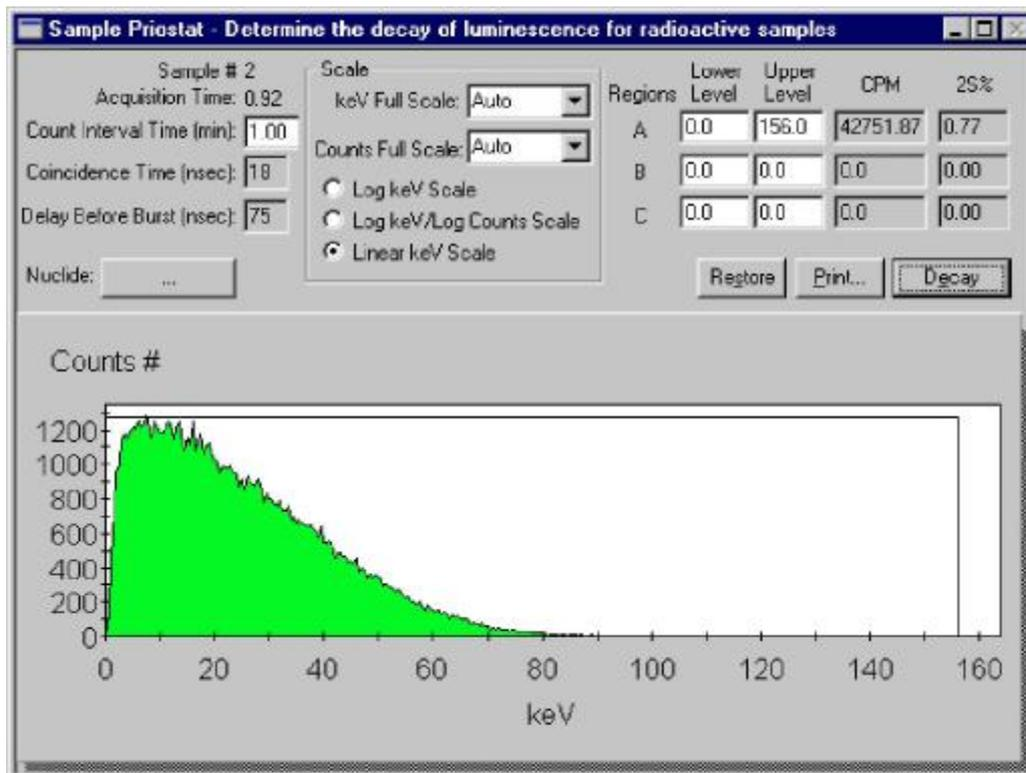

Рисунок 7-1. Угасание (Окно Sample Priostat (Приосчет образца)).
2. Выберите **Run | Decay (Запуск | Угасание)** в строке меню. Появится окно *Sample Priostat (Приосчет образца)* (Рисунок 7-1).